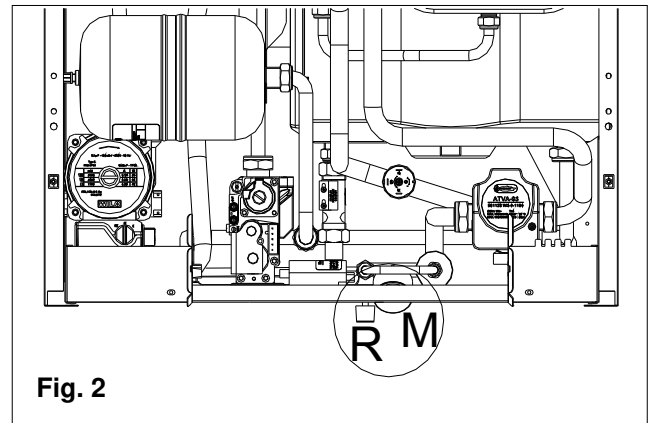

Fig. 2
- ouvrir également le robinet de remplissage **R** (Fig.2).
- au moyen du manomètre **M** (Fig.2), contrôler que la pression de l'installation soit de 1 bar et que le code H20 n'apparaisse pas sur l'écran du tableau de commande.